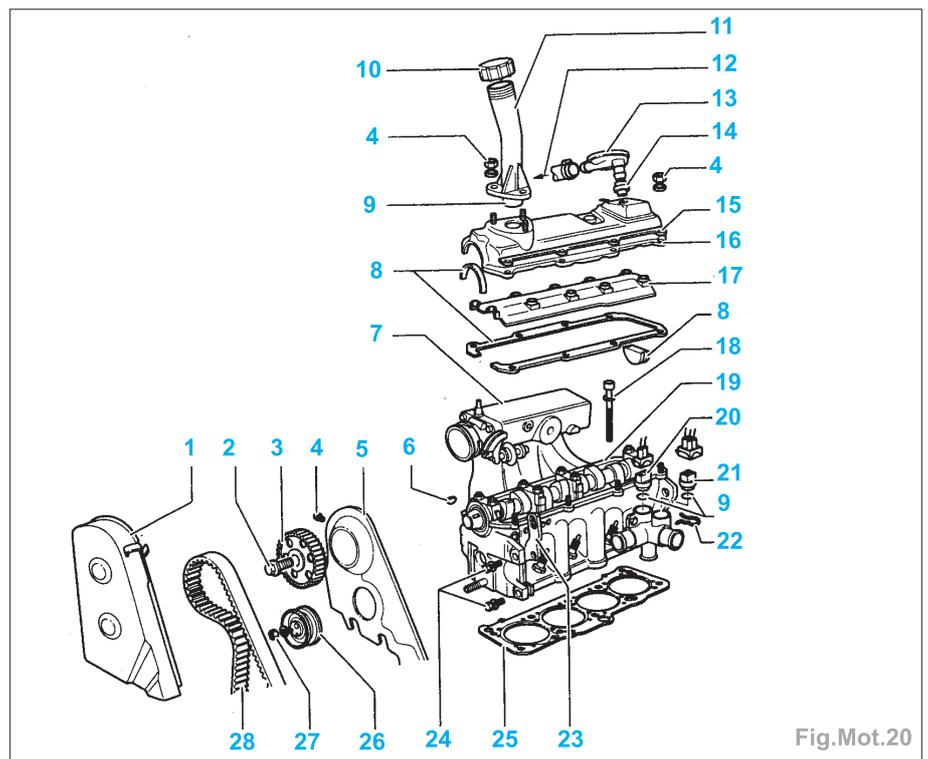

Fig.Mot.20
Composition (Fig.Mot.20) :
- Déposer (Fig.Mot.20) :